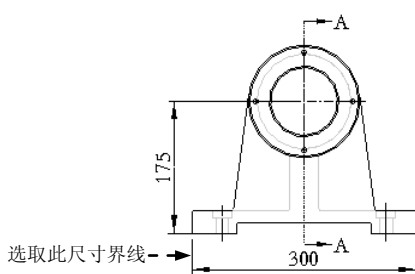
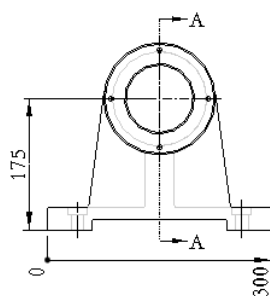

图 5.9.38 选取尺寸界线
图 5.9.39 尺寸显示
(3) 单击“选取”对话框中的 **确定** 按钮 (或单击中键)。
Step2. 将线性尺寸转换为纵坐标尺寸。选取上一步创建的尺寸, 并右击尺寸文本, 在弹出的快捷菜单中选择 **切换纵坐标/线性(L)** 命令; 在系统 **选取一个纵坐标基线尺寸, 或选取尺寸界线创建一个纵坐标基线尺寸。** 的提示下, 选取图 5.9.38 所示的尺寸界线, 此时线性尺寸转换为纵坐标尺寸, 如图 5.9.39 所示。